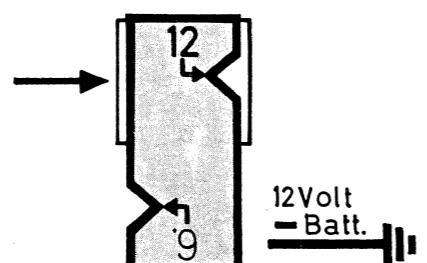

Fig. 42
2. **12 V Schaltung:** Fig. 42